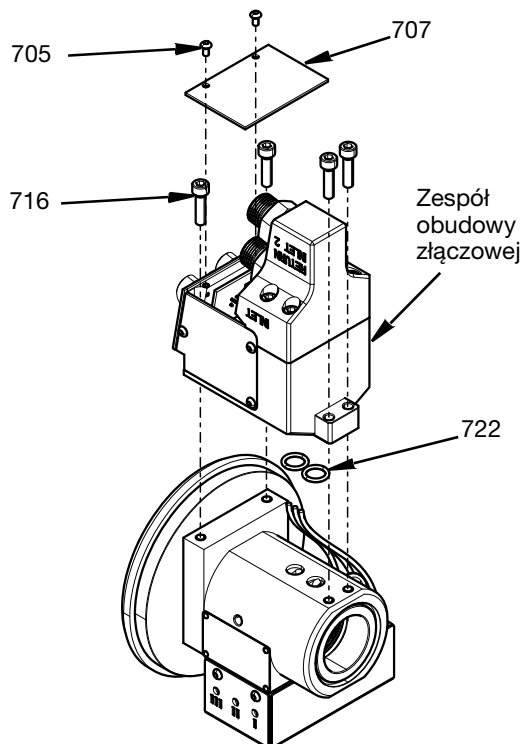

FIG. 24
4. Zespół obudowy złączowej jest przymocowany do obudowy obrotowej za pomocą czterech śrub M5 (716). Dokręcić momentem 57,5 in-lb (6,5 N•m). Następnie należy przymocować pokrywę (707) za pomocą dwóch śrub M3 (705). Dokręcić momentem 12 in-lb (1,35 N•m). Zużyte uszczelki o-ring (722) powinny zostać wymienione na nowe przed ponownym montażem. Patrz FIG. 24